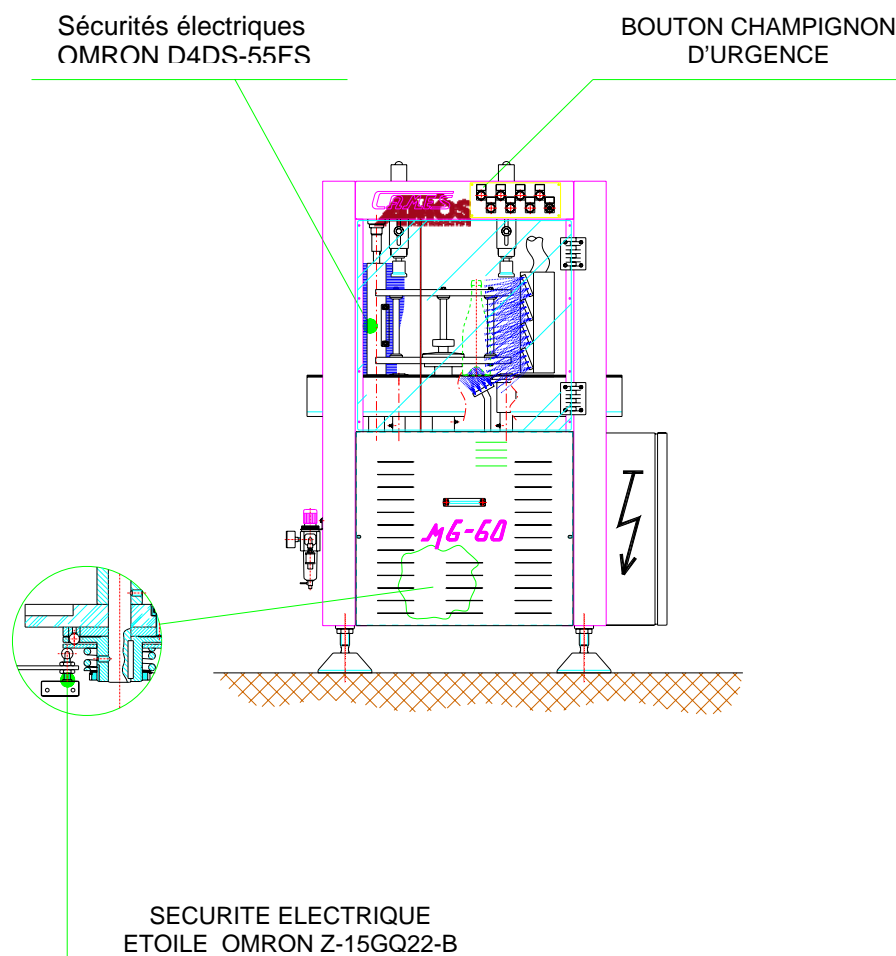

Fig.6
- L'accès aux parties de la machine renfermées dans les cabines de protection en plexiglas, possible par les portes indiquées dans la Fig. 6 , provoque l'arrêt du cycle au moment de l'ouverture (sécurité électrique type "OMRON" D4DS-55FS).
L'arrêt peut aussi être provoqué par l'intervention de la sécurité de l'étoile entrée bouteilles (PI.12) (Fig.6), il faut donc contrôler que celle-ci soit en phase et qu'il n'y ait pas d'anomalies.
La Fig.6 indique les positions des sécurités électriques situées sur les accès aux parties ouvrantes et les sécurités électriques à l'intérieur de la machine. En ouvrant les portes en plexiglas le cycle s'arrête immédiatement.